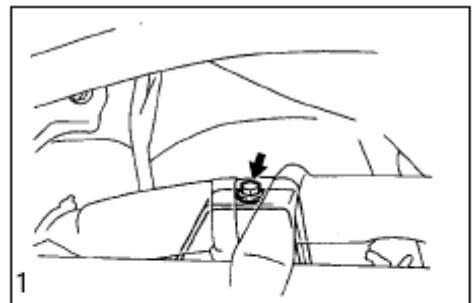
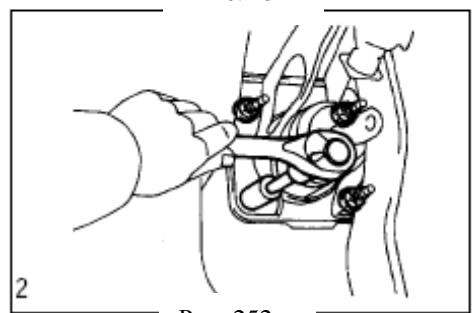

Рис. 251
Рис. 252
(1) Открутите болт на кронштейне педали тормоза (см. рисунок 251).
(2) Снимите разъем сигнала тормоза.
(3) Открутите четыре гайки и кронштейн педали тормоза (см. рисунок 252).